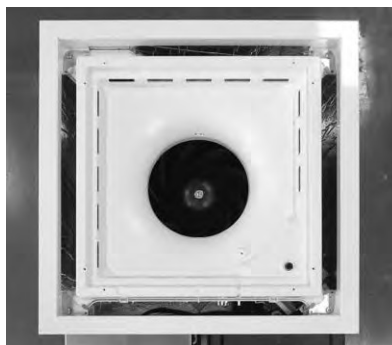

Fig.13: Placering af rammen ESTUCS/M 600
2. Anbring rammen på plads med et let tryk. Sørg for, at skruer og hullerne er centreret korrekt (Fig.13).